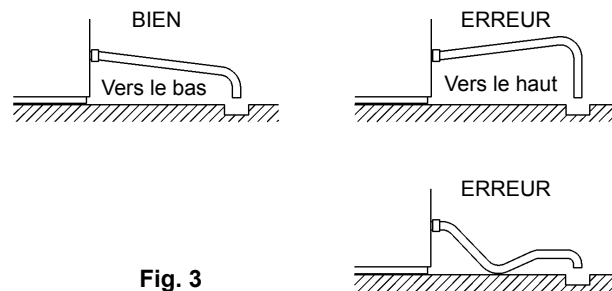

Fig. 3
- \* Le tuyau de vidange d'eau doit être placé selon la Fig. 3 pour éviter tout retour d'eau dans le bac de stockage.
3) Serrez à la main le tuyau de vidange gris (l'accessoire) sur le raccord R3/4 à l'arrière du distributeur de glaçons en veillant à ce que la rondelle d'étanchéité en caoutchouc soit correctement placée avant de serrer à la main le raccord. Coupez le tuyau selon la longueur désirée pour l'adapter au drainage principal (Fig. 3).